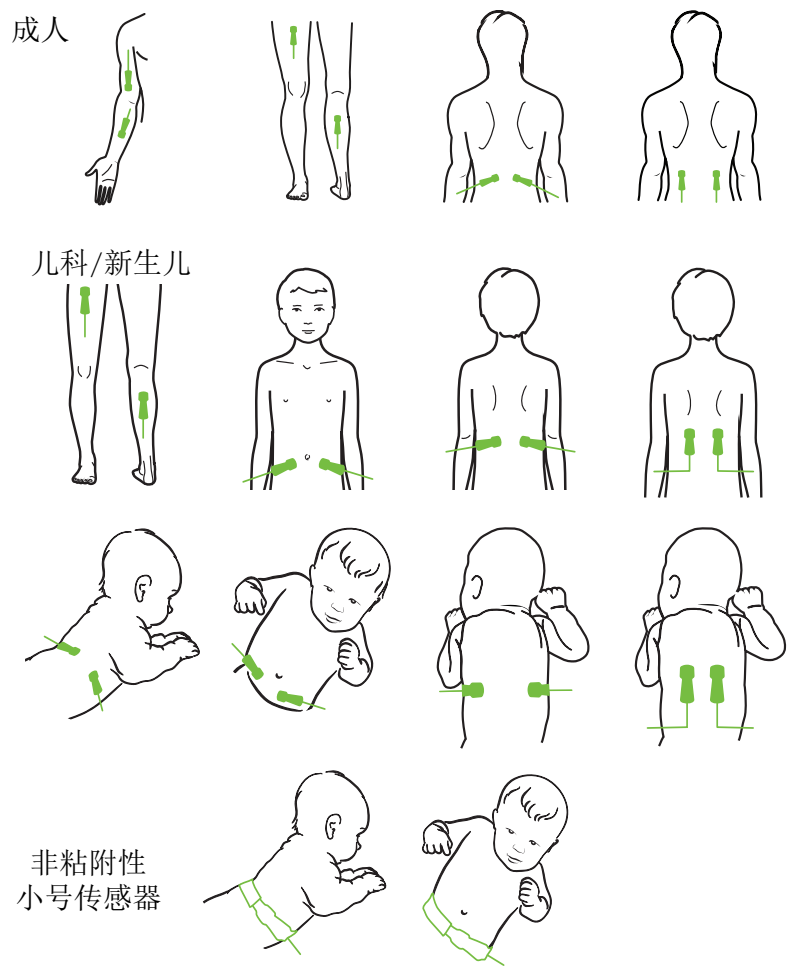

图 12-12 放置传感器（非头部）
**非头部用法**（图 12-12）：选择易于接触骨骼肌组织的部位（如果肌肉不能触及，则可能存在过多脂肪或水肿）。